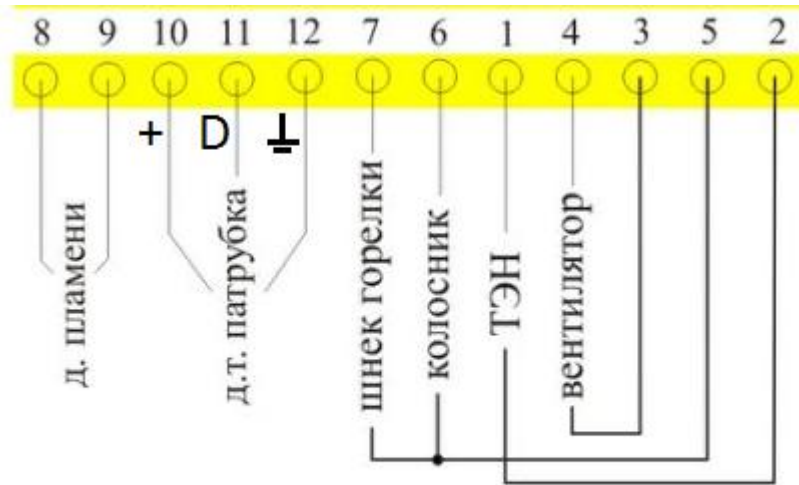

рис.1
- Все исполнительные устройства горелки через электрические кабели выведены на разъёмную клеммную колодку, прикреплённую к корпусу горелки под её кожухом. Нумерация контактов соответствует рис. 1.